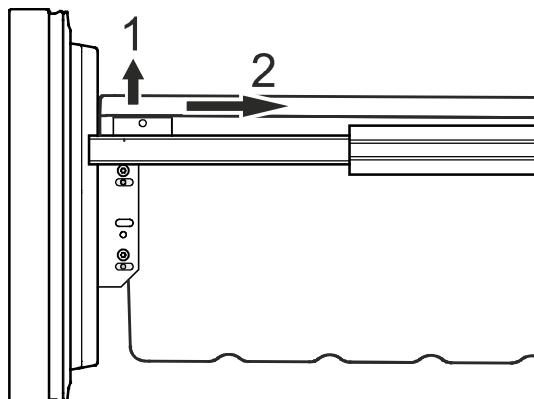

Figure 18
- Désenclipsser les coins gauche et droit du récipient en le tirant vers le haut (1) - **Figure 18.**
- Pousser le récipient vers l'arrière (2) - **Figure 18.**